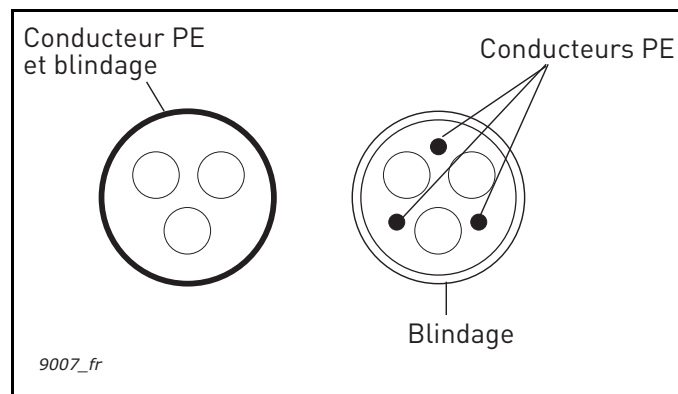

Figure 13.
- 2 = Câble d'alimentation symétrique avec fil coaxial de protection et conçu pour la tension secteur spécifique. (modèle MCMK ou similaire recommandé). Voir Figure 13.
- 3 = Câble d'alimentation symétrique à blindage faible impédance compact et conçu pour la tension secteur spécifique. [modèle MCCMK, EMCMK ou similaire recommandé ; impédance de transfert recommandée pour le câble (1–30 MHz) maxi 100 mOhm/m]. Voir Figure 13.